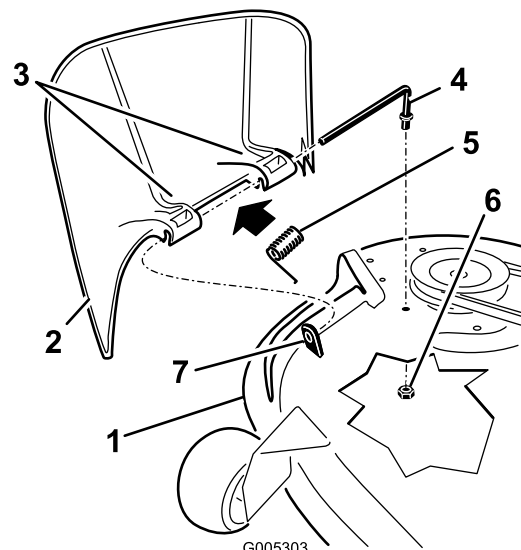

Figura 55
1. Localice los elementos mostrados en la Figura 55.
2. Retire la tuerca (3/8 pulg. [9,5 mm]) de la varilla (debajo del cortacésped) (Figura 55).
3. Retire la varilla del espaciador corto, del muelle y del deflector de hierba (Figura 55). Retire el deflector de hierba dañado o desgastado.
4. Vuelva a colocar el deflector de hierba (Figura 55).
6. Coloque el muelle sobre la varilla, con los extremos de los alambres hacia abajo, y entre los soportes del deflector de hierba. Deslice la varilla por el segundo soporte del deflector de hierba (Figura 55).
7. Introduzca la varilla, en la parte delantera del deflector de hierba, por el espaciador corto de la plataforma. Fije el extremo trasero de la varilla en el cortacésped con una tuerca (3/8 pulg. [9,5 mm]) (Figura 55).